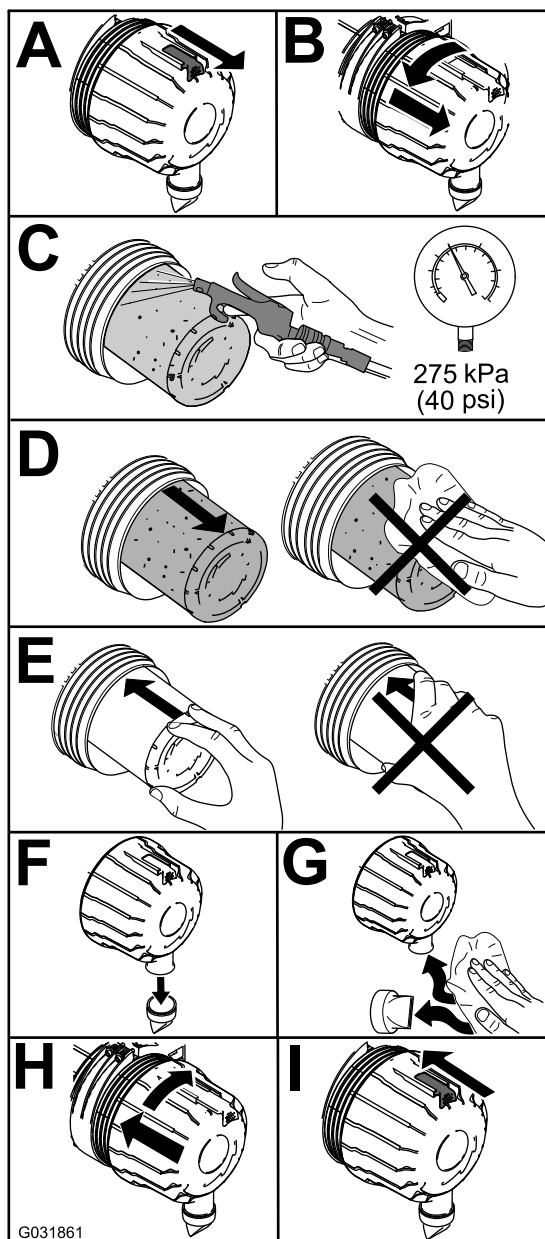

Figura 76
1. Cambie el limpiador de aire (Figura 76).